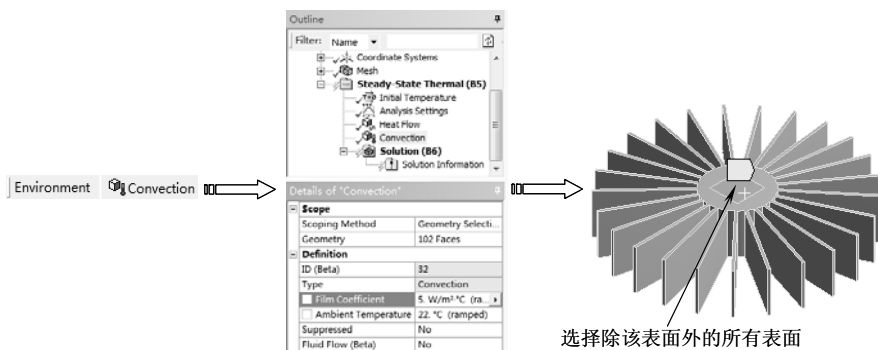

图 12-75 施加对流条件
3) 单击【Environment】工具栏上的【Convection (对流)】命令，单击【图形】工具栏上的选择模式下的【Box Select (框选)】按钮，然后再单击【Face (选择面)】按钮，选择芯片除了上一步施加热流外的所有表面，在【Details of “Convection”】列表中单击【Geometry】项中的【Apply】按钮完成，在【Film Coefficient】中输入 5，如图 12-75 所示。